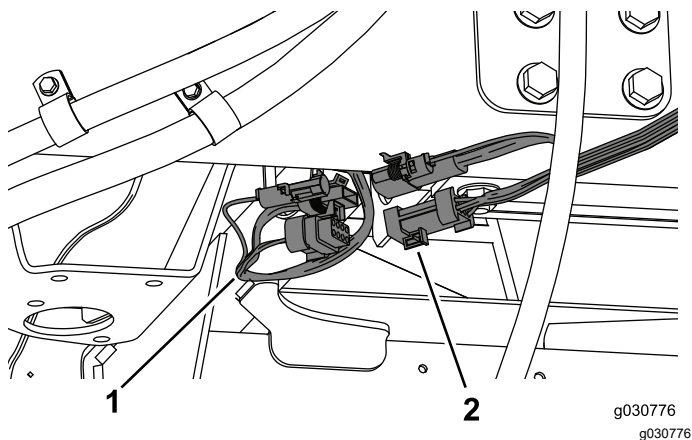

Figura 49
1. Conecte el arnés de cables de la cabina al arnés de cables del lado derecho de la máquina (Figura 49).